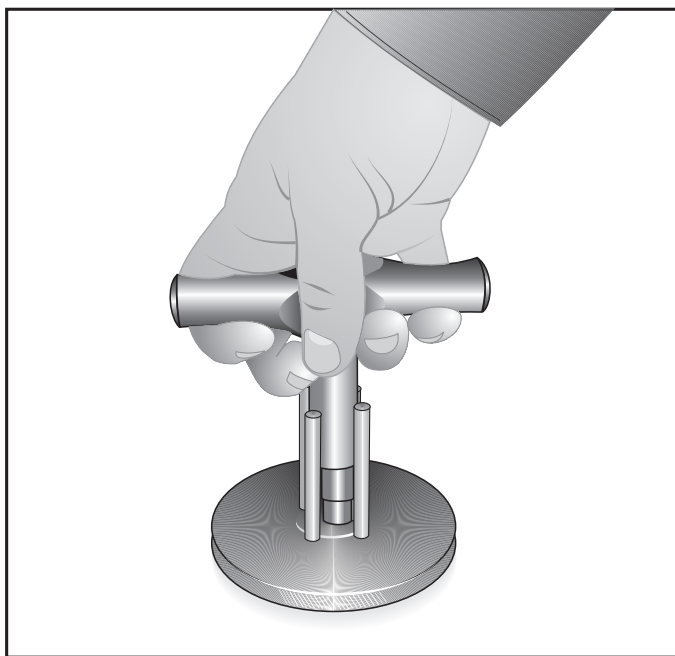

図 2
5. 図 2 のように、六角巻の蓋の上に密閉用ツールを配置します。